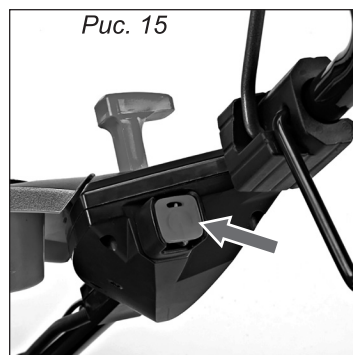

Рис. 15
3. Нажмите и удерживайте кнопку запуска (рис. 15).